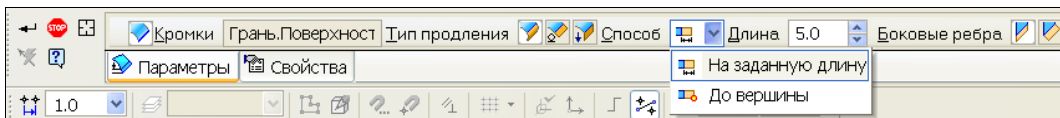

Рис. 30.30. Панель свойств: Продление поверхности
- ◆ вызовите команду **Продление поверхности**. Укажите грань или кромки грани в окне модели или в Дереве модели. Система создала фантом продления грани на величину, заданную на Панели свойств: Продление поверхности (рис. 30.30) в окне **Длина** способом на **Заданную длину**. Название выбранного объекта отобразится в поле рядом с переключателем кромок. Обратите внимание на Узел на фантоме для задания величины удлинения грани;